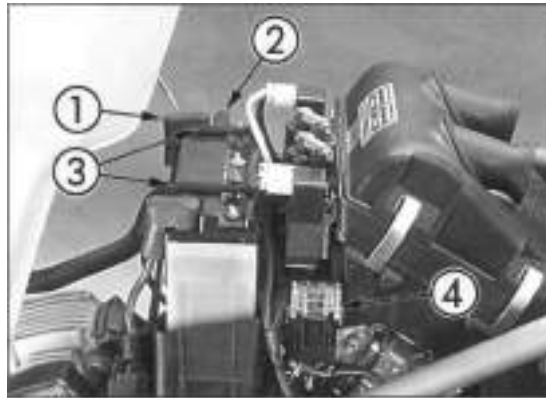

Bild 40
- Zuerst negatives Batteriekabel (Minuspol) abklemmen, den **Entlüftungsschlauch** abziehen und Spanngummi **TP** Bild 40 aushängen.